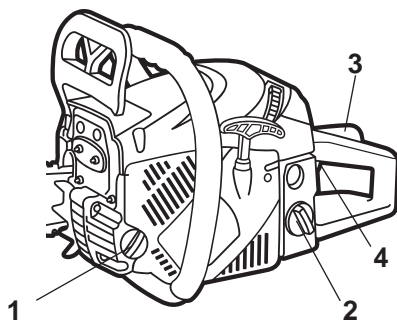

Рис. 6.1
1. Откройте крышку топливного бака (рис. 6.1 поз. 2).
10. Нажмите и удерживайте стопор рычага газа 3 (рис. 6.1)
11. Нажмите на рычаг газа 4 и приступайте к пилению (рис.6.1)